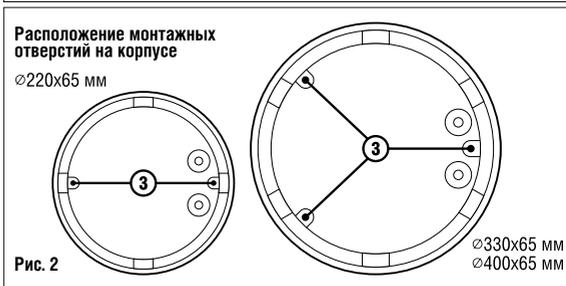

Рис. 2
- Наметьте место будущей установки светильника и просверлите отверстия (расположение и количество монтажных отверстий (3) обозначено на Рис. 2).
- Установите гермоввод (в комплекте) в отверстия (4) и (7). Протяните кабель через гермоввод (4).
- Зачистите контакты сетевого кабеля и подключите провода к клеммной колодке (5). Зафиксируйте кабель при помощи двух винтов (6).
- Зафиксируйте крышку со светодиодным модулем (2) при помощи винта (1) и установите плафон, зафиксировав его клипсами, установленными на корпусе.